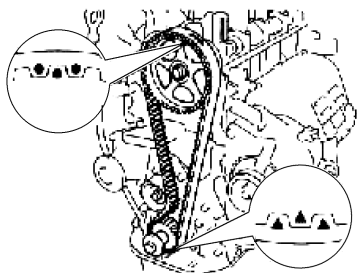

图 1-111 安装正时带
① 安装正时带，检查曲轴正时带轮和凸轮轴正时带轮之间的张紧力，见图 1-111。